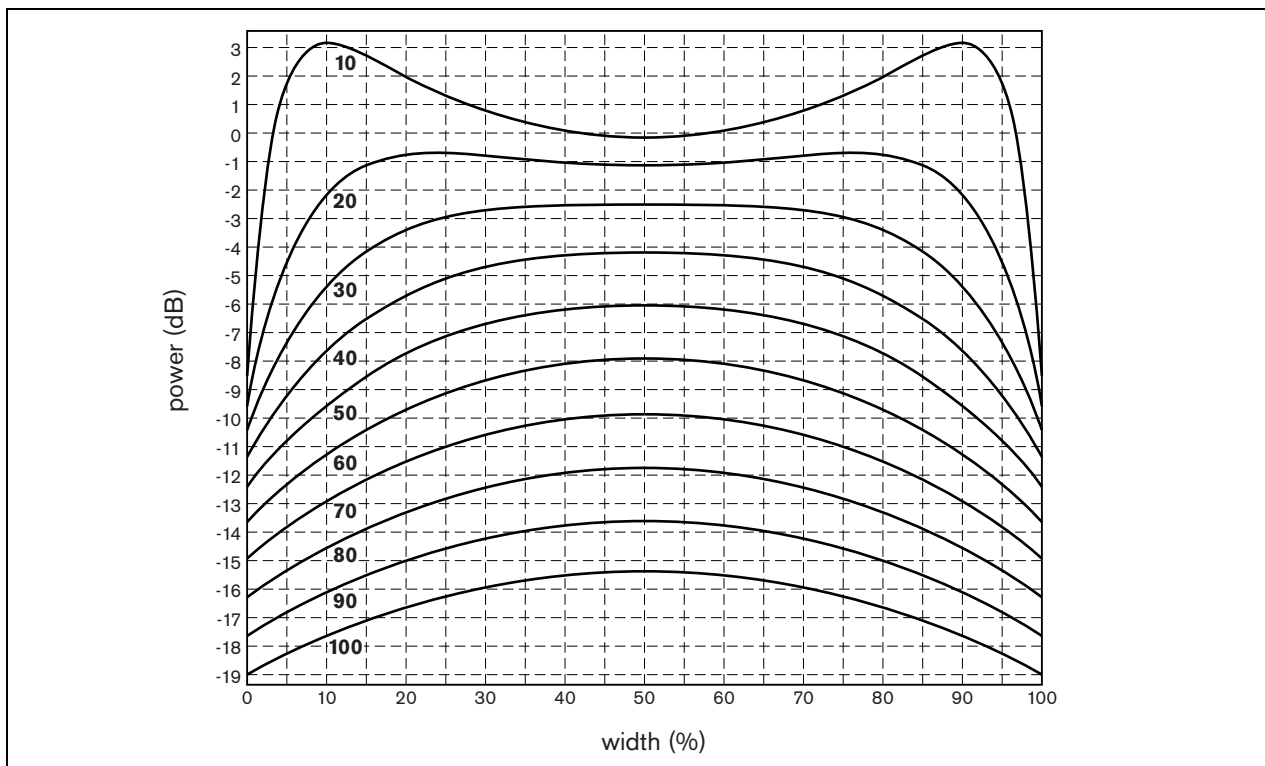

рисунок 2.8: Дополнительная мощность в зависимости от ширины комнаты
Обычно индуктивный контур устанавливают в комнате на полу или на потолке. Если расстояние между полом и индуктивным контуром слишком мало (меньше 8% ширины) или слишком велико (больше 20% ширины), см. рисунок 2.8. На рисунок 2.8 показана дополнительная мощность, которая необходима контурному усилителю для создания магнитного поля должной напряженности. Числа рядом с кривыми обозначают расстояние от пола до индуктивного контура в % от ширины (W) комнаты.